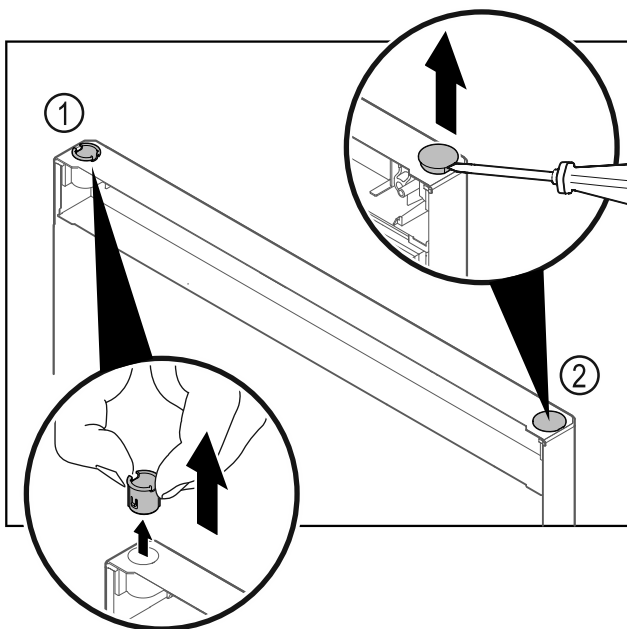

Fig. 39 Врата на фризерната част
- ▶ Изтеглете с пръсти втулката на пантата Fig. 39 (1).
- ▶ С плоска отвертка внимателно повдигнете покриващата тапа Fig. 39 (2) и я извадете.